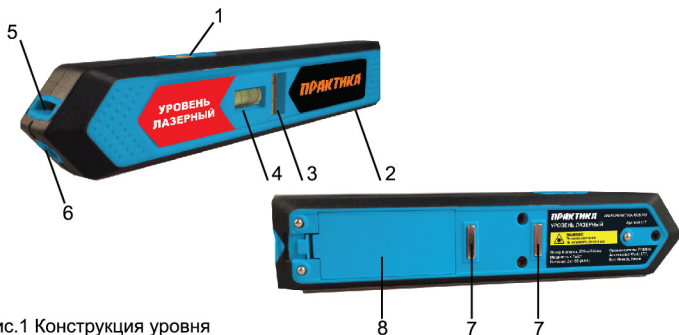

Рис.1 Конструкция уровня
Конструкция лазерного уровня (Рис. 1):
2.11 ОПАСНО! Уровни вертикального и горизонтального выравнивания 3 и 4 (Рис.1) содержат легко воспламеняющуюся жидкость. Повреждение уровней может вызвать поражение дыхательных путей, раздражение глаз и кожи.
Снимите крышку 8 отсека элементов питания на обратной поверхности корпуса уровня (Рис.1). Установите новые элементы питания (2 x 1,5В тип «AAA») в отсек, соблюдая полярность. Закройте крышку отсека элементов питания.
Для проецирования линии из выходного отверстия 5 (рис. 1) сдвиньте клавишу включения 1 вперед. Для включения луча для проецирования точки из выходного отверстия 6 (рис. 1) сдвиньте клавишу включения 1 назад. Для выключения уровня сдвиньте клавишу 1 в центральное положение.